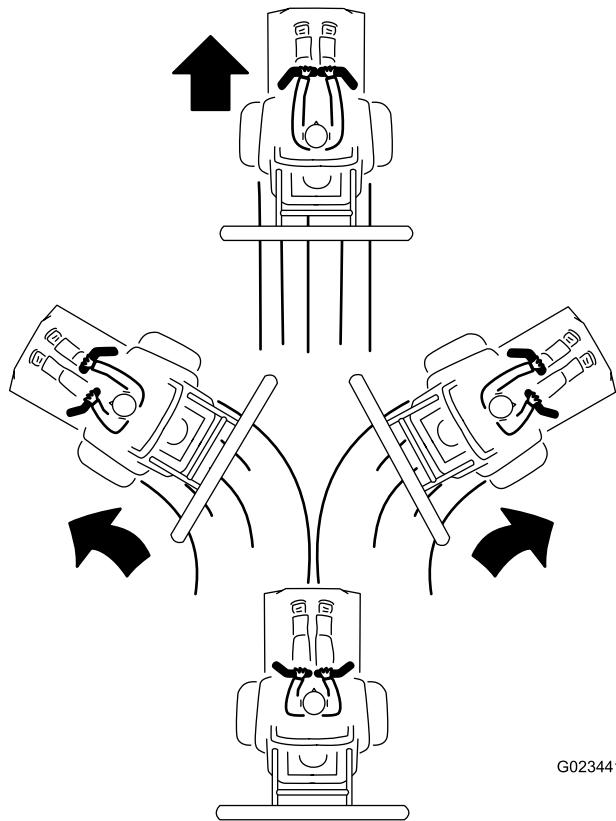

Figure 25
3. Pour faire avancer la machine, poussez doucement les poignées de commande vers l'avant (Figure 25).